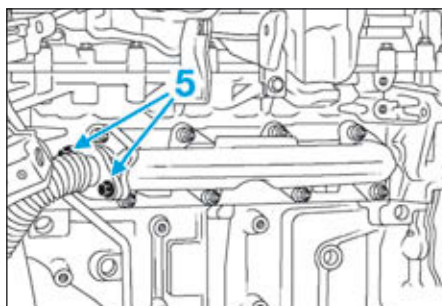

FIG.166
- Déposer les vis (5) (Fig.166) du tuyau rigide EGR sur le collecteur d'échappement.